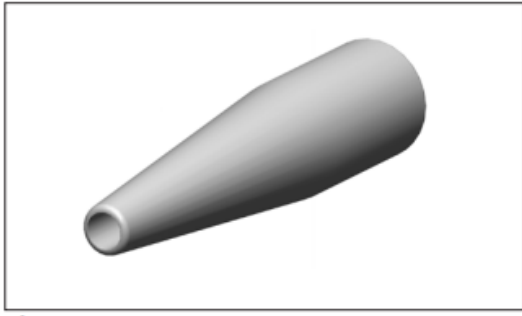
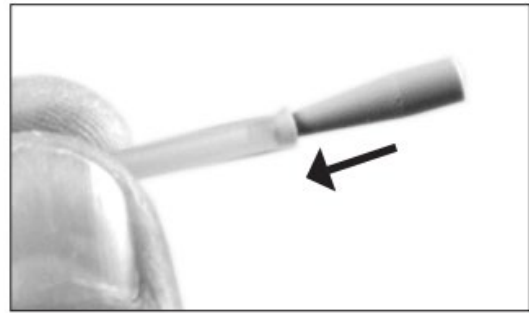

图 6
图 7
1. 所提供的锥形件可用于连接冷却管和单元管。图 6 和图 7